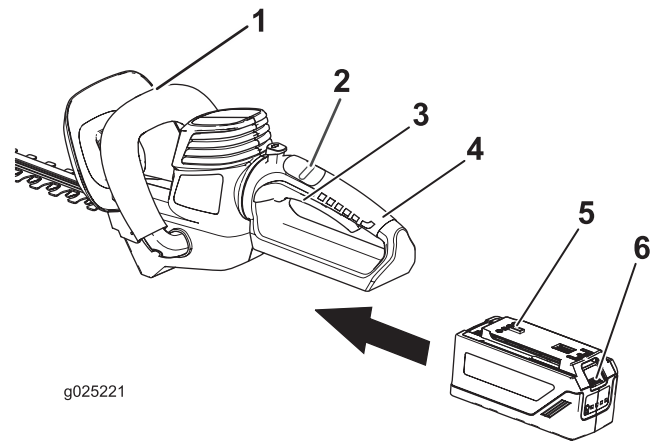

Figura 3
2. Alinee la lengüeta de la batería con el hueco correspondiente de la carcasa de la empuñadura (Figura 3).
3. Sujete la empuñadura del gatillo (Figura 3).
5. Coloque una mano en la empuñadura con gatillo. Coloque la otra mano en la empuñadura auxiliar (Figura 3).
6. Mueva el interruptor de bloqueo hacia atrás, hacia usted, luego apriete el gatillo para encender el cortasetos (Figura 3).
1. Suelte el gatillo (Figura 3).